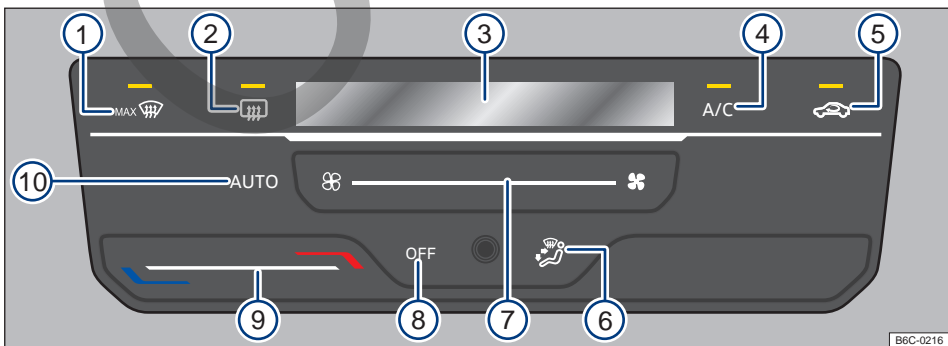

Fig. 81 Comandos del Climatronic.
- *Climatronic*: toque la superficie funcional **OFF** → **fig. 81 ⑧**.
Tocando la superficie funcional **AUTO** → **fig. 81 ⑩** se puede encender el modo automático del Climatronic.
El modo automático garantiza temperaturas constantes dentro del vehículo. La temperatura del aire, el volumen de aire y la distribución de aire se regulan automáticamente. El funcionamiento automático se apaga cuando la ventilación se cambia manualmente → **fig. 81 ⑦** o cambiando la distribución del aire a través de la superficie funcional → **fig. 81 ⑥**.
- *Climatronic*: toque el botón de función **A/C** → **fig. 81 ④** para encender y apagar la operación de enfriamiento.
- *Climatronic*: deslice el dedo debajo de la botón de función → **fig. 81 ⑨**.
En la pantalla del Climatronic → **fig. 81 ③** se indica la temperatura ajustada.
- *Climatronic*: deslice el dedo debajo de la botón de función → **fig. 81 ⑦**.
- *Climatronic*: tocar el botón de función **☞** → **fig. 81 ⑤**.
- *Climatronic*: tocar el botón de función → **fig. 81 ⑥** a la posición deseada, la distribución seleccionada se indicará en la pantalla **③**.
- *Climatronic*: tocar el botón de función **MAX ☞** → **fig. 81 ①**.
- **Climatronic:** tocar el botón de función  → **fig. 81** .